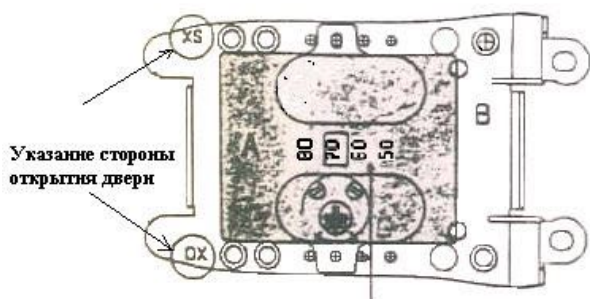

Рис. 5
- б) Если хотите изменить только сторону открывания, то необходимо снять вращающим движением пластину цилиндра (А) с базовой пластины (В) и опять установить ее по желаемому направлению, указанное на базовой пластине (рис. 5). Если требуется только изменить глубину установки замка, достаточно передвинуть пластину цилиндра А, устанавливая ее на желаемую позицию, указанную на базовой пластине В (рис. 5);